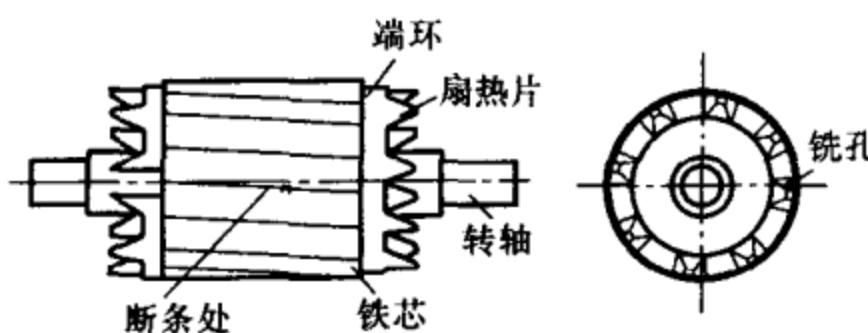

图 1-11 转子断条的端部处铣孔示意图
- (1) 拆开电机，取出转子，用电磁感应法准确地确定鼠笼导条断裂的位置，并做上明显标记。
- (2) 在铣床上用立铣刀将转子断裂导条的端部处铣一缺口，露出槽形孔，如图1-11所示。若有几根导条断裂，则需铣几个孔。
- (3) 在钻床上用深孔钻头（一般的钻头接长）沿着断条槽钻穿，钻头直径略小于导条直径。
- (4) 用与钻头直径一样大小的轧制铝条（性能比铸铝优良）镶入已被钻穿的断条槽中，两端各留出5mm作为焊接用。
- (5) 采用氩弧焊（或气焊）将铝条牢牢地焊在端环上。若采用气焊，则需注意不要把周围的扇热片熔化掉。
(6) 进行静平衡校验，如有条件再作动平衡校验。